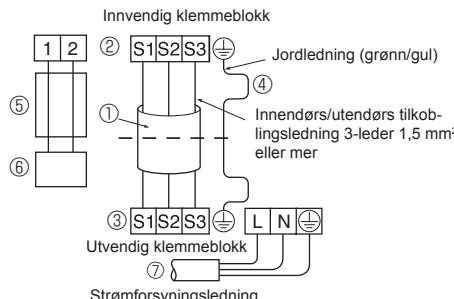

Fig. 7-2
- Utfør kabling som vist i figuren nede til venstre. (skaff kabelen lokalt). (Fig. 7-2)